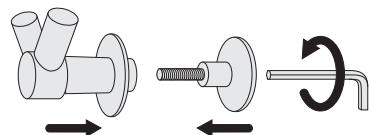

Рис.8
6.12. Установите вешалки «Виктория» (рис. 8).